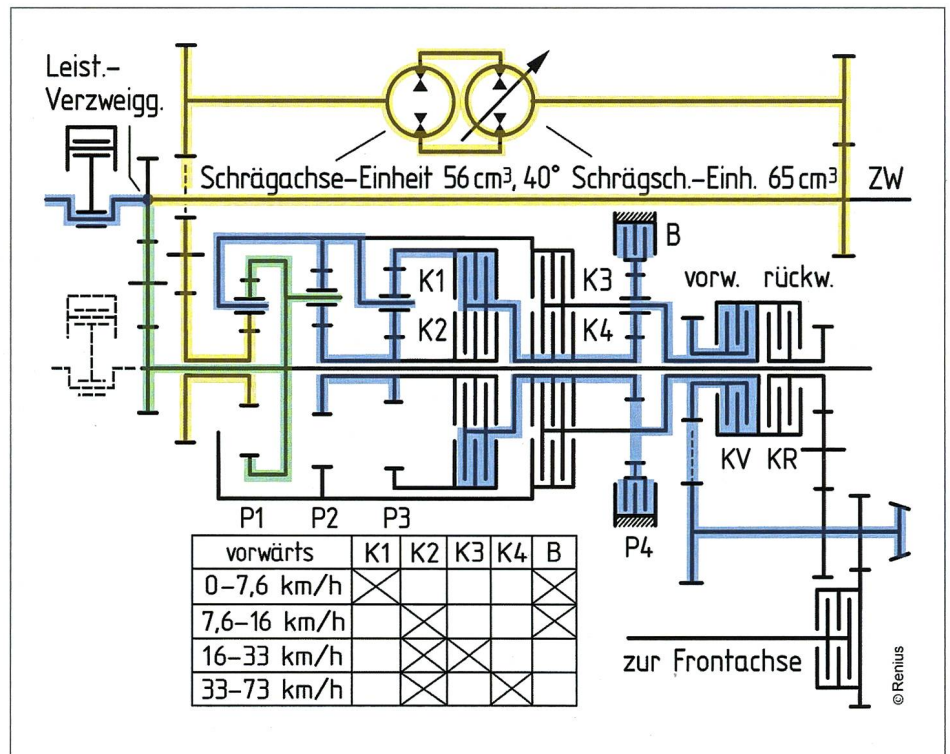

Abbildung 1: Leistungsflüsse in Fahrbereich 1, vorwärts.
In Abbildung 1 ist der Grundaufbau des Terramatic-Getriebes TMG28 in Form eines Getriebeplanes mit standardisierten
Innerhalb der Fahrbereiche (FB) ist die stufenlose Übersetzung lediglich vom Drehzahlverhältnis zwischen dem Sonnen- und dem Hohlrad sowie von der Drehrichtung des Sonnenrades im Planetensatz P1 abhängig. In Abbildung 1 sind die Leistungsflüsse in FB 1 (vorwärts) dargestellt. Die Motorleistung (blau) wird unmittelbar am Getriebeeingang aufgeteilt. Der hydrostatische Zweig (orange) läuft zunächst über den Zapfwellenstrang nach hinten und wird dort über eine Zahnradpaarung zur Antriebswelle der verstellbaren Hydropumpe geleitet. Von der Abtriebswelle des Hydromotors führt dieser anschliessend über zwei Zahnradpaarungen zum Sonnenrad von P1. Der mechanische Zweig (grün) verläuft hingegen direkt vom Verzweigungspunkt über zwei Zahnradpaarungen zu P1 und treibt dort einerseits das Hohlrad und andererseits den Planetenträger von P2 an. Die beiden Leistungsflüsse werden also in P1 wieder zusammengeführt und über die Planetensätze P2, P3, P4 (Fahrbereiche) und die Kupplungen KV/KR mit den dazu-